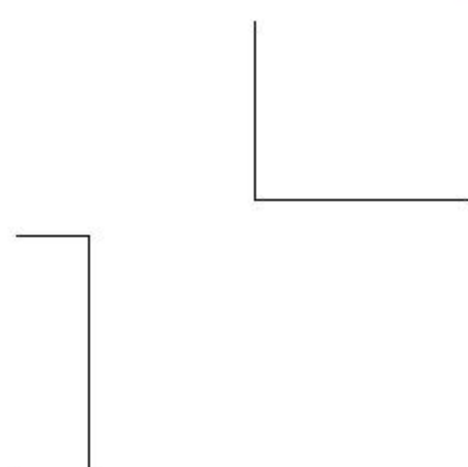

图8-18 修剪图形
**03** 调用E【删除】命令，删除矩形边，结果如图8-18所示。